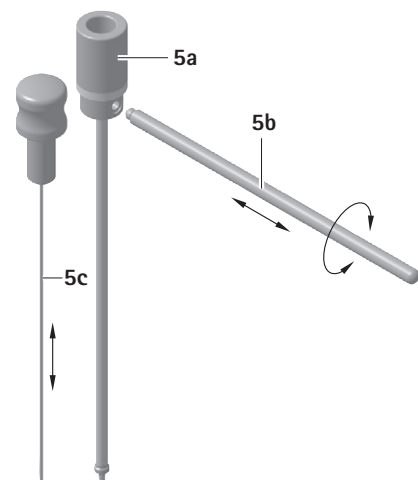

Fig. 1
- Inserire lo spintore di inserimento 5c nel tubo puntatore 5a, vedere Fig. 1.